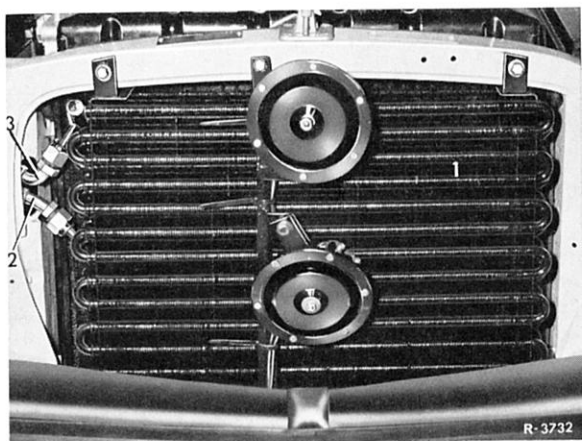

Bild 83–11/5
Der vom Motor angetriebene Kältekompressor verdichtet das gasförmige Kältemittel (R 12) und drückt es zum Kondensator (1) (Bild 83–11/5). Der Fahrtwind durchströmt den vor dem Wasserkühler angeordneten Kondensator und kühlt den durch den Verdichtungs Vorgang zusätzlich erhitzten Kältemitteldampf bis zu seiner Verflüssigung. Das nun flüssige Kältemittel gelangt in den Flüssigkeitsbehälter, der sich mit dem eingebauten Filter-Trockner vor der Stirnwand am Radeinbaublech befindet. Der Trockner entzieht dem flüssigen Kältemittel noch etwa vorhandene Wasserreste, da sonst die Düse des Expansionsventils vereisen würde. Ein Schauglas oben am Flüssigkeitsbehälter ermöglicht jederzeit die Kon-